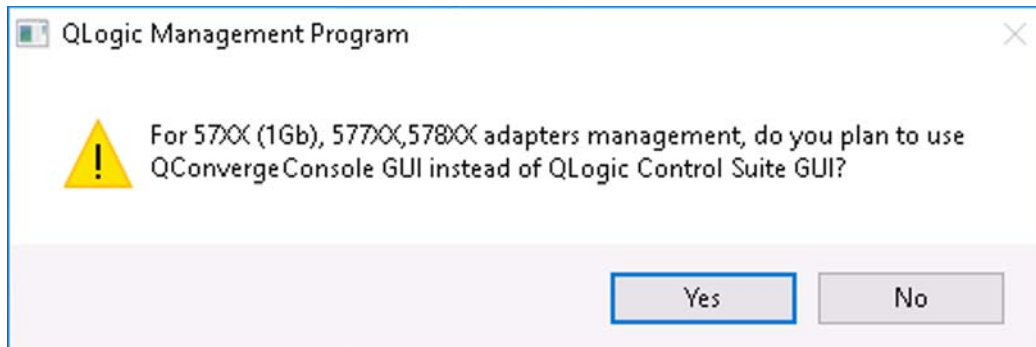

Figura 9-1. Aviso do Assistente do InstallShield para o utilitário de gerenciamento
3. No prompt do Assistente do InstallShield (Figura 9-1), selecione o utilitário de gerenciamento do adaptador que deseja usar: